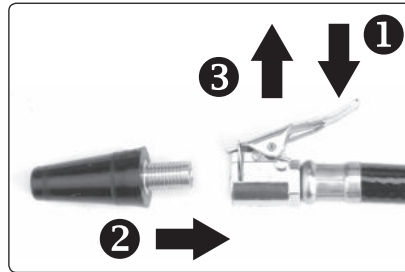

Abb.13
- ➔ Stecken Sie die mitgelieferten Aufblasdapter mit Gewinde in das Endstück der beigelegten Reifenfüllanlage und sichern Sie diese durch Lösen des Hebels am Endstück, siehe Abb.13.